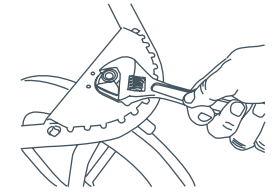

Fig. 22
- 22)• Quite el apoyapiés para alcanzar la tuerca. Puede usar una llave inglesa estándar para ajustar la tuerca (Fig. 22). **NO APRIETE DEMASIADO** ya que podría dañar la cubierta de la rueda.